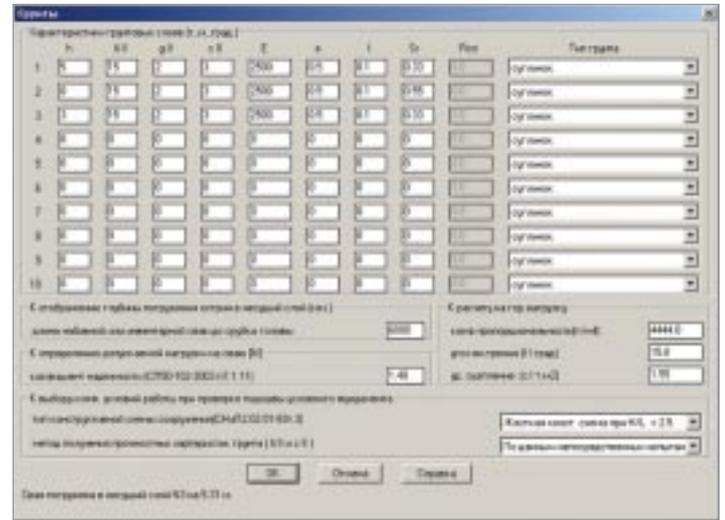

Рис. 57
- Результирующая информация, размещаемая в поле сообщений диалогового окна, содержит сведения о характеристиках критериев, которые определили параметры фундаментов (рис. 57).